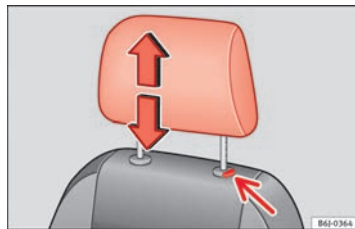

Abb. 86 Kopfstütze einstellen oder ausbauen.
- Drücken Sie die Taste ⇒ Abb. 86 (Pfeil).